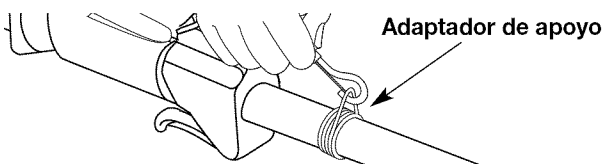

Fig. 6
3. Coloque el arnés por encima de su cabeza y sobre su hombro. Abroche en el adaptador de apoyo (Fig. 6).